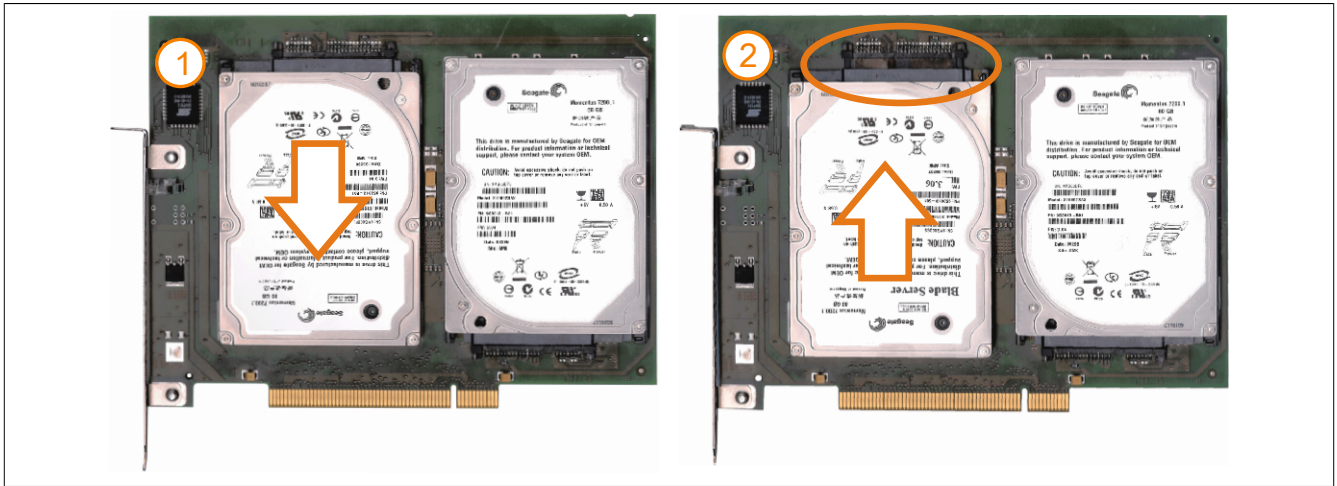

Abbildung 264: Hard Disk Tausch
6. Vorderseitig die Hard Disk nach unten hin wegschieben (Abb. 264: Hard Disk Tausch - linkes Bild).
7. Neue Hard Disk vorsichtig in die Steckverbindung (Abb. 264: Hard Disk Tausch - rechtes Bild) aufstecken und dabei die Hard Disk nur an der Stirnseite, nicht an der Oberseite, berühren.